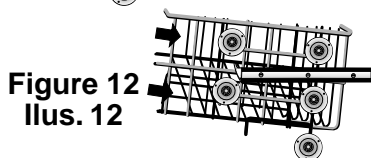

Figure 12
- 3) Re-insert the rack with the other set of rollers on the roller guides, as shown in Figure 12.
- 3) Réinsérer le panier avec l'autre jeu de roulettes sur le guide, comme à la figure 12.
- 3) Reintroduzca el estante con el otro conjunto de rodillos en los rieles para los rodillos, tal como muestra la Ilustración 12.